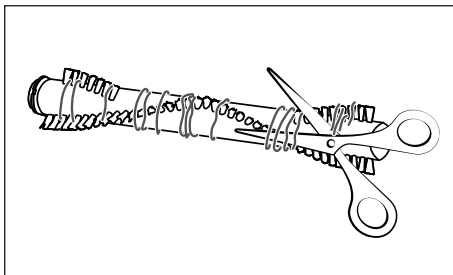

Fig. 28
- 4) Corte los hilos y pelos enganchados a lo largo de las cerdas del rodillo de cepillos 21 con unas tijeras (consulte la fig. 28). Retire los hilos y pelos del rodillo de cepillos 21.